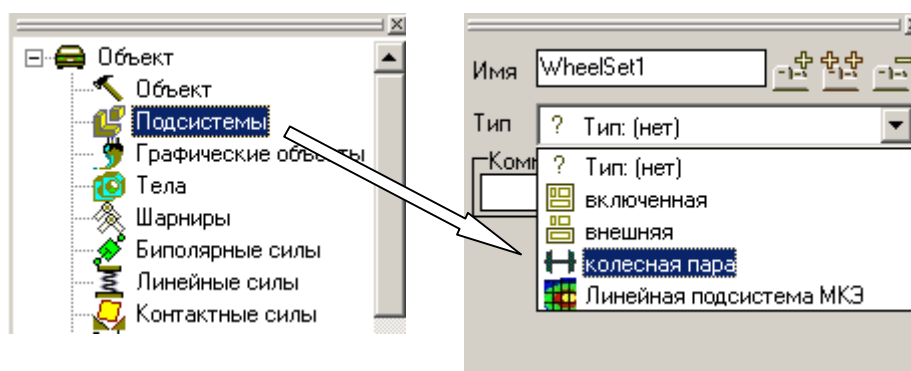

Рис. 2.5. Добавление стандартной подсистемы – "Колесная пара"
1. Выделите **Подсистемы** в списке элементов, добавьте подсистему, щелкнув на кнопке , переименуйте подсистему в **WheelSet1**, выберите тип подсистемы – **Колесная пара** (рис.2.5, справа). Колесная пара появится в анимационном окне, а инспектор данных отобразит ее текущие инерционные и геометрические параметры.